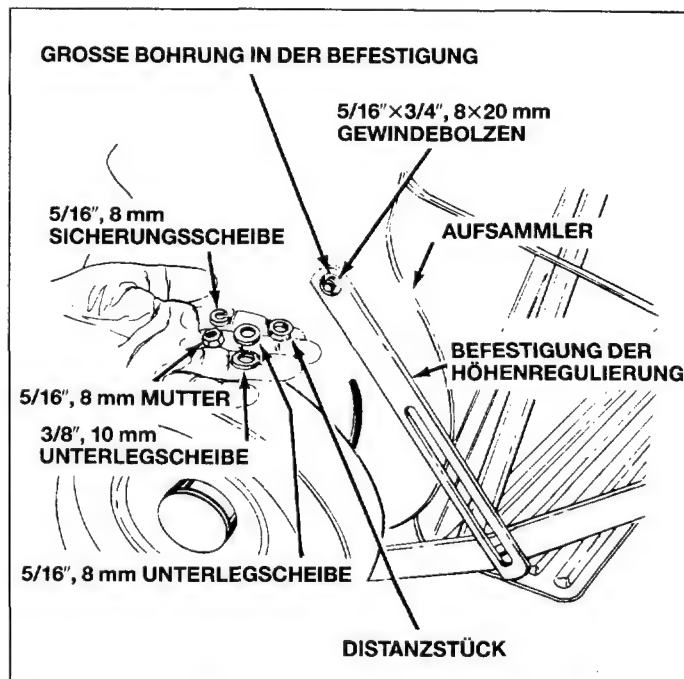

Bild 9
9. Die Befestigung der Höhenregulierung (das Ende mit der Bohrung) am Aufsammler anbringen. Siehe Bild 9. Den Gewindebolzen 8×20 mm durch das Vierkantloch an der rechten Seite des Aufsammlers stecken. Dann eine Unterlegscheibe 10 mm neben das Gehäuse setzen. Dann ein Distanzstück in die große Bohrung an der Befestigung und über das Ende des Gewindebolzens legen. Mit einer Unterlegscheibe 8 mm, einer Sicherungsscheibe 8 mm und einer Mutter 8 mm sichern. Siehe Bild 9.